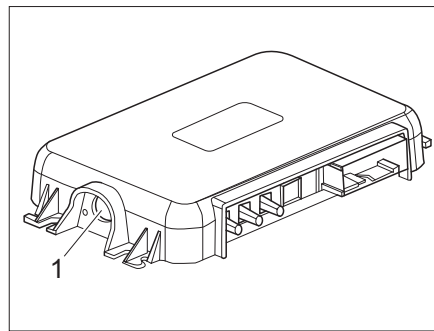

Fig. 288 Tecla de emparejamiento en el SCU
- Presionar la tecla de emparejamiento del SCU (Fig. 288,1). El vehículo y el dispositivo móvil ahora están emparejados.